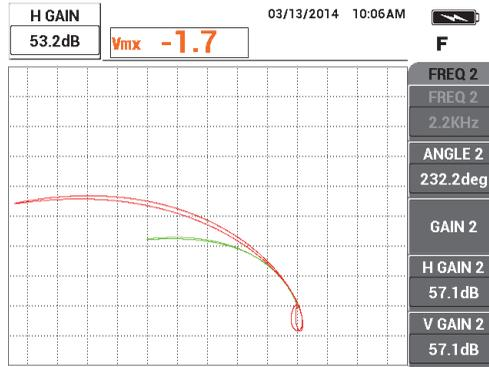

Figura 5-123 Regolazione dell'ampiezza orizzontale del segnale della frequenza 1
13. Premere due volte il tasto GAIN (**dB**) ed in seguito diminuire l'ampiezza orizzontale del segnale della frequenza 1 (verde) fino a quando si estende esattamente 5 frazioni alla sinistra del punto zero (vedere Figura 5-123 a pagina 227).